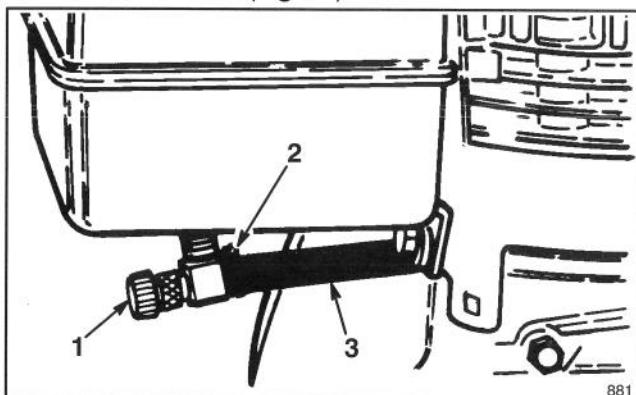

Figure 19
1. Fermez la valve d'arrêt de l'essence situé sous le réservoir d'essence (Fig. 19).
3. Desserrez les pinces qui attachent le conduit d'alimentation sur le robinet d'arrêt, puis enlevez ce conduit du robinet (Fig. 19).